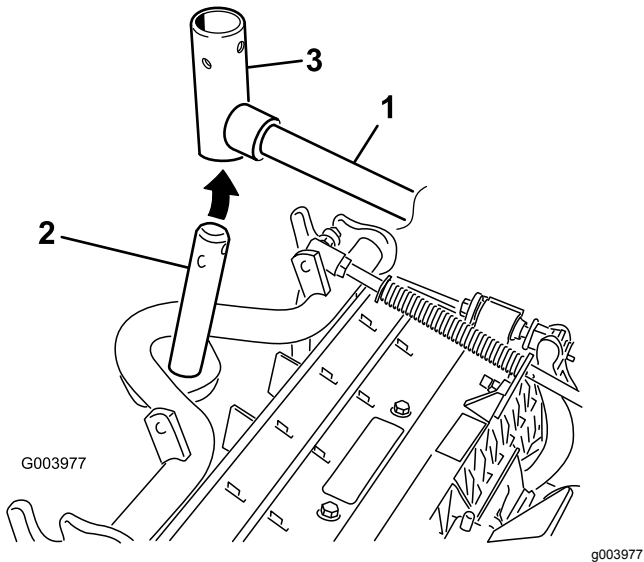

Bild 11
8. Frontschneideinheit: Schieben Sie eine Schneideinheit unter den Hubarm und schieben Sie gleichzeitig den Trägerrahmenschaft in das Gelenkjoch des Hubarms (**Bild 11**).
- B. Setzen Sie das Hubarmjoch in den Trägerrahmenschaft ein (**Bild 11**).